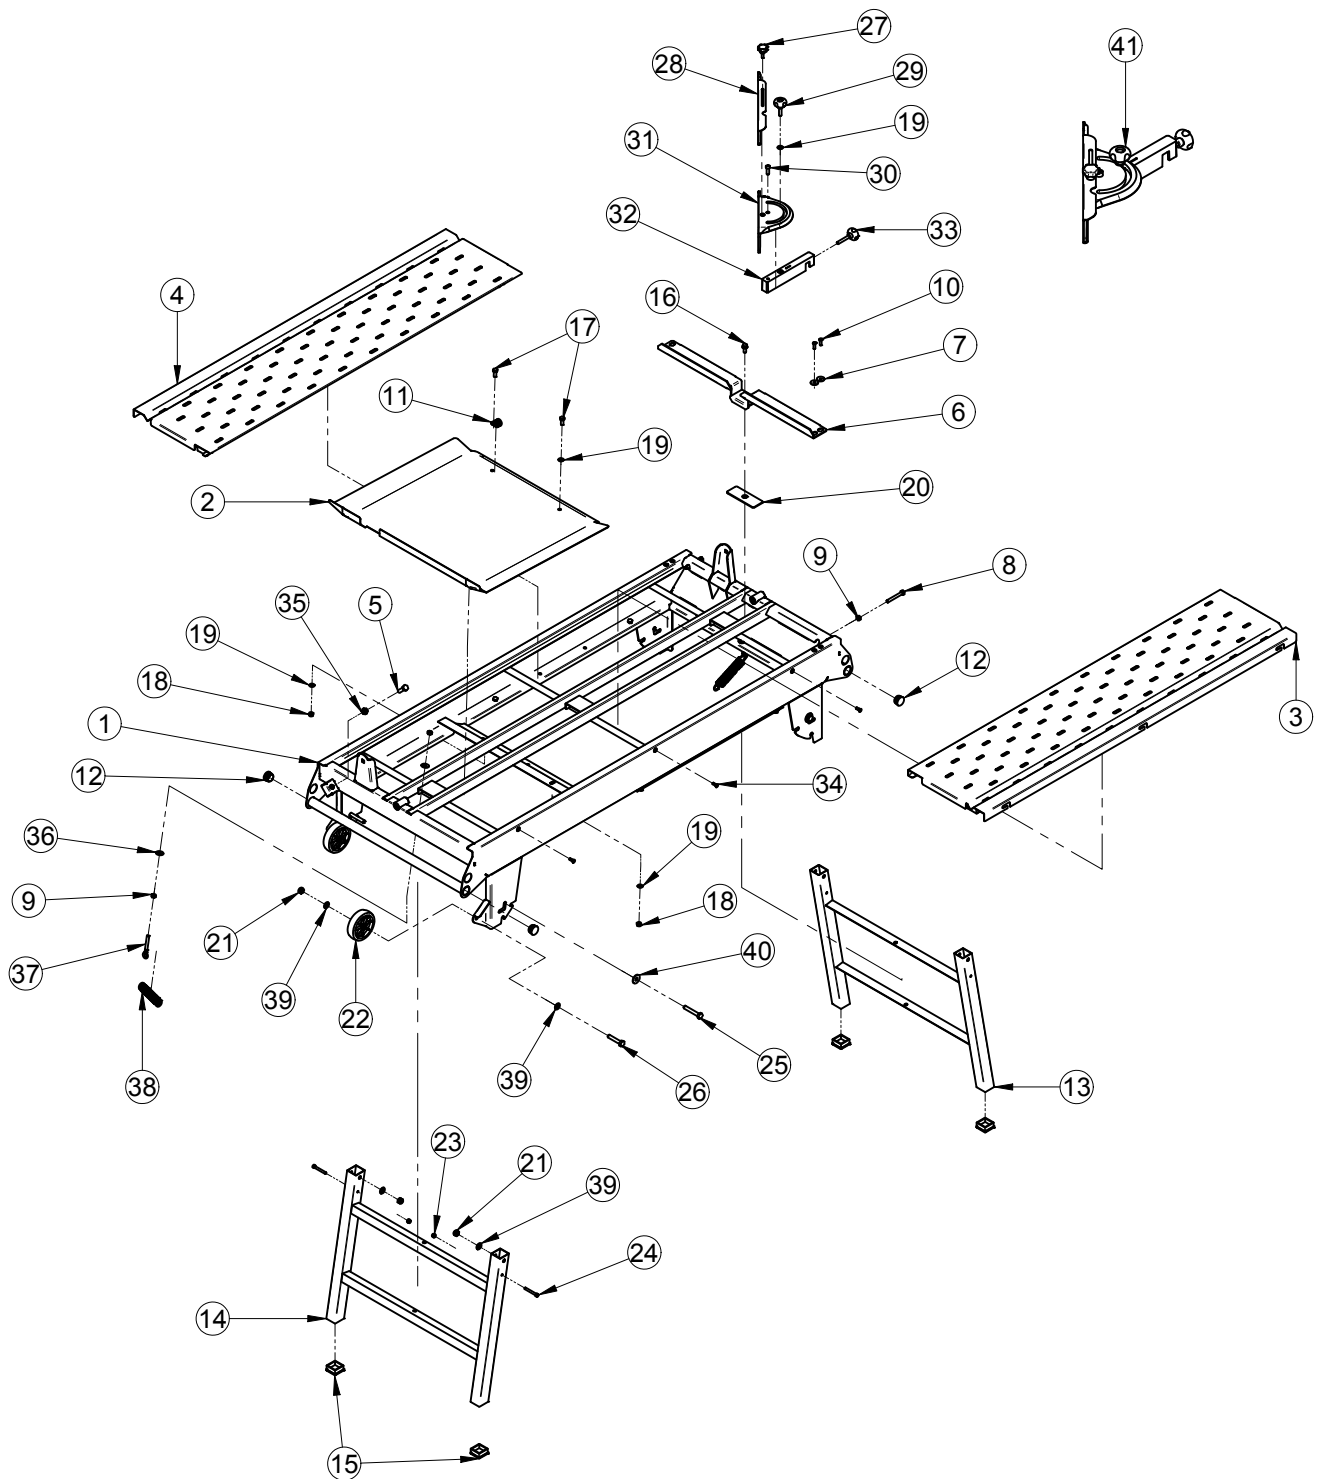

FIG.1
Abra el grifo (fig. 1, ref. M) y compruebe que haya un abundante flujo de agua de refrigeración sobre el disco diamantado.
Periódicamente, o cuando el caudal del agua de refrigeración disminuye, es preciso limpiar el circuito de alimentación de agua. Desmonte y limpie la boquilla que está dentro del cárter del disco (fig. 1, ref. E).
1. Bloquee el desplazamiento vertical del cabezal de corte con los pomos (fig. 1, ref. D).
2. Quite la cubierta delantera de protección (fig. 1, ref. E).